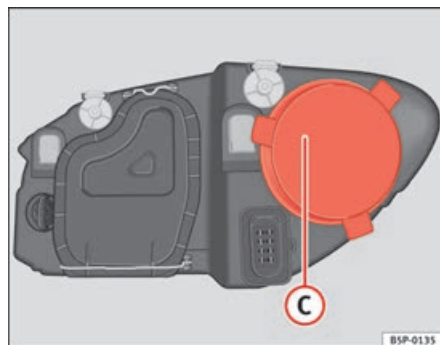

Fig. 190 Máximos
- Retirar a tampa ⇒ fig. 190 C, puxando-a.